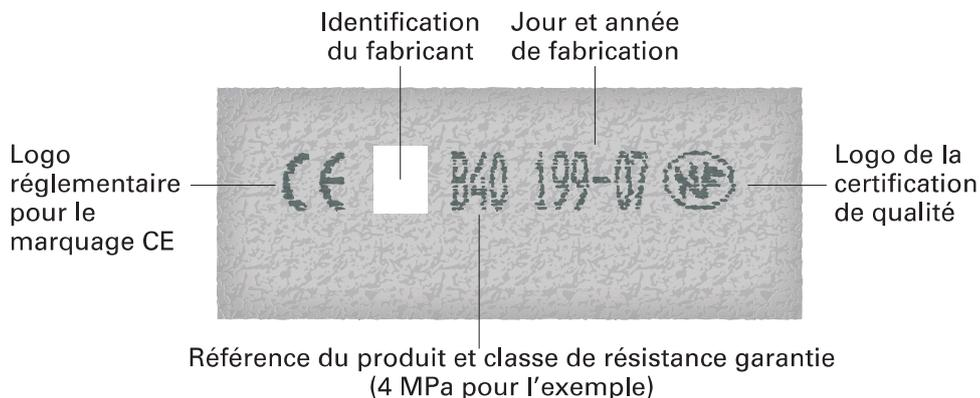

Figure 15 : Exemple de marquage sur un bloc béton
- ils présentent une résistance minimale à la compression verticale de 4 MPa. Les fabricants indiquent « B40 » ou « Rc40 » (Figure 15) ;